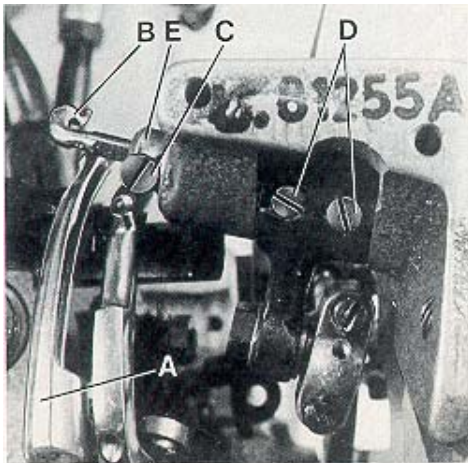

Fig.11
Viewed from the left end of the machine the thread retainer (B, Fig. 11) should pass as close as possible on the left side of lower looper (A) when swinging upward without contacting it.
Visto desde la extrema izquierda del final de la máquina, el retenedor de hilo (B, Fig. 11) debe pasar tan cerca como sea posible del lado izquierdo del looper inferior (A) en su movimiento hacia arriba, pero sin tocarlo.
After loosening screw (C, Fig. 11) the thread retainer (B) can be moved to the left or right. Retighten screw on the flat of the thread retainer shank.
Después de soltar el tornillo (C, Fig. 11) el retenedor de hilo (B) puede moverse hacia la izquierda o derecha. Apriete el tornillo en la parte plana del cuello del retenedor de hilo.